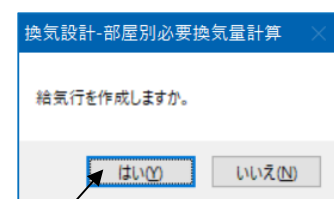

図2
[はい](図2-①)をクリックすると自動的に容積欄までコピーされます。